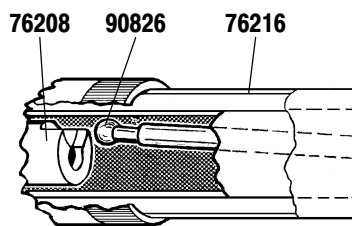

Figura 3 / Figure 3
Ver la figura 3.
- Vea si la varilla de conexión se desmontó de la varilla de apareamiento. Ver la ensambladura del extremo de la bomba inferior (figura 3).
- La (48) bola puede estar trabada o atascada en posición de abierto en el cuerpo de la válvula de aspiración.